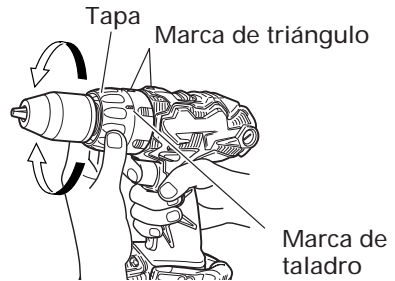

Fig. 23
11. Confirmar la posición de la cubierta <DS18DL> (Ver la Fig. 23)